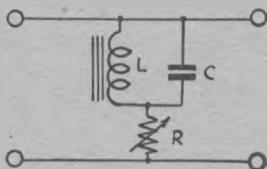

Fig. 19
- Soit une ligne de haut-parleurs dont les aiguës tombent à une certaine distance de l'ampli parce qu'elles sont absorbées par la capacité répartie. Nous la corrigerons en introduisant à un point choisi le simple filtre passe-haut de la figure 19, qui n'a pas de coupure brutale. Le circuit